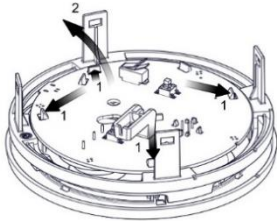

Figure 15
4. Dégagez la carte de circuits imprimés des loquets de maintien (voir Figure 15).